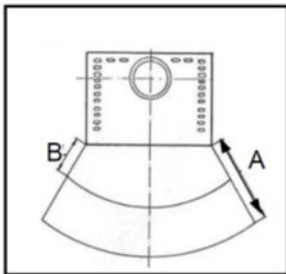

Fig. 5
Per gli elementi costruttivi, i mobili e i tessuti di arredamento infiammabili situati nella zona di irraggiamento della stufa è necessario rispettare una distanza minima di **900mm** (A), misurati dal bordo anteriore dell'apertura del focolare. La distanza di sicurezza si riduce ai **450mm** (B) qualora di fronte all'elemento sia installata una protezione areata (v. fig. 5).